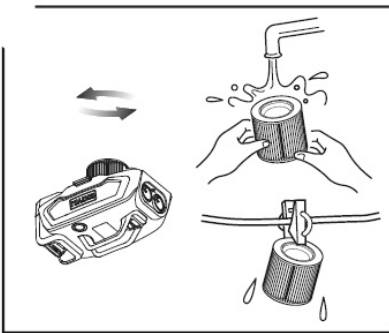

Abb. 10: Filter reinigen
Schritt 3: **Filter reinigen/wechseln** (Abb. 10): Filter vom Geräte-Oberteil abschrauben, unter einem Strahl kalten Wassers reinigen und abtrocknen lassen.